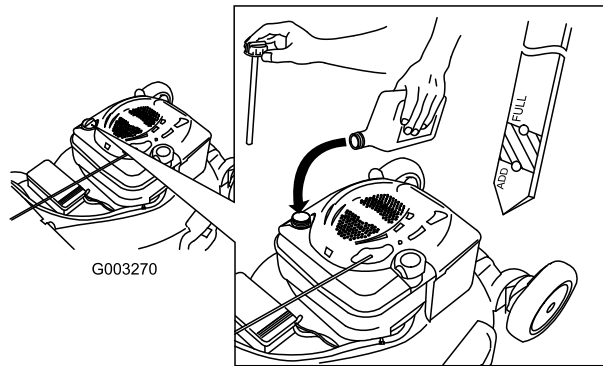

Figure 36
4. Versez de l'huile **lentement** dans le goulot de remplissage pour faire monter le niveau de liquide jusqu'au repère du plein (Full) sur la jauge (Figure 36). **Ne remplissez pas excessivement.** (Remplissage max.)